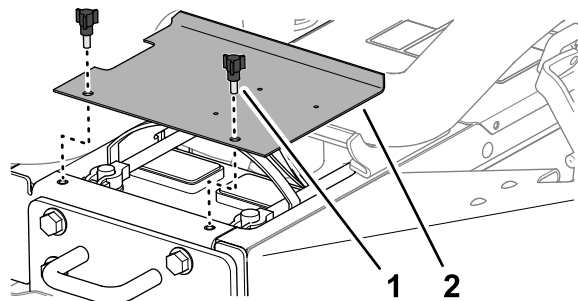

Figura 56
1. Rilasciate i fermi sul lato sinistro e sul lato destro del cofano (Figura 56).